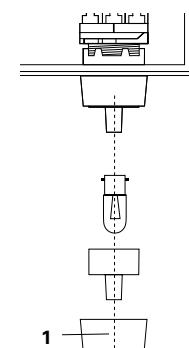

Abb. 8
6. Den grünen Schaltknopf wieder aufsetzen und mit dem Halterung (1 - Abb. 8) festschrauben. Darauf achten, daß die weiße Markierung auf dem Schaltknopf nach oben zeigt.